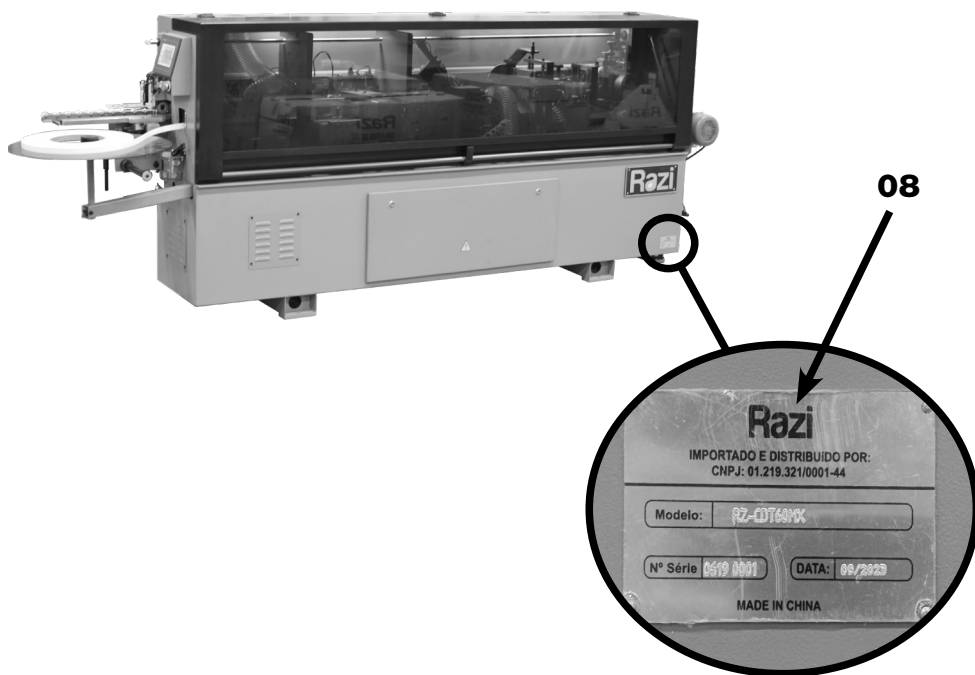

FIGURA 01 – Plaqueta de Identificação
A **Coladeira de Borda 6 Grupos** (01) é identificada pela Plaqueta de Identificação (08), localizada no canto inferior frontal da Estrutura (09) (figura 01). Dados como modelo, ano de fabricação e nº de série estão gravados nela.
Quando houver intervenção de manutenção, é necessário **DESLIGAR** a máquina posicionando a Chave Geral (04) (figura 01) em **OFF**. Em caso de necessidade, **BLOQUEAR** a Chave Geral (04) com cadeado ou por dispositivo de bloqueio (figura 02), quando houver riscos de acidentes.